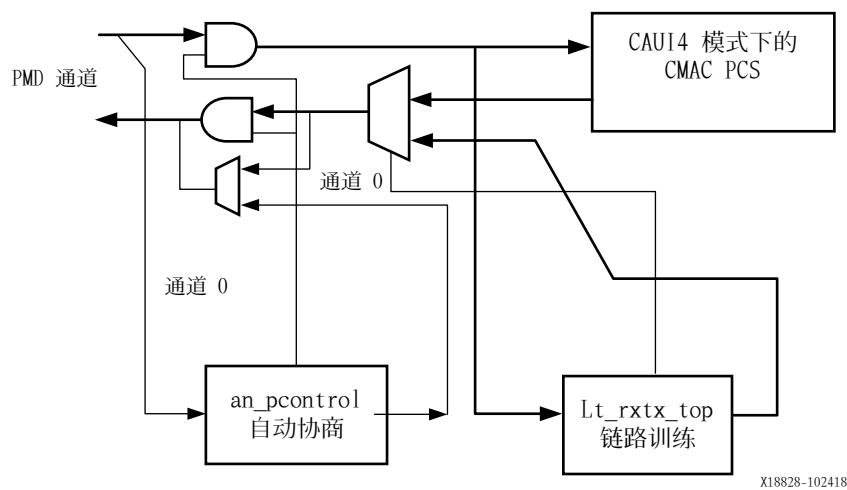

图 D-1：含自动协商和链路训练的核
含链路训练 (LT) 的自动协商 (AN) 是一项 FPGA 互连结构逻辑中实现的可选功能，可在配置时选择使用。图 D-1 中演示了含自动协商和链路训练的核的原理图。
当自动协商和链路训练完成后，数据路径将切换至任务模式 (PCS)，如图 D-1 中所示。